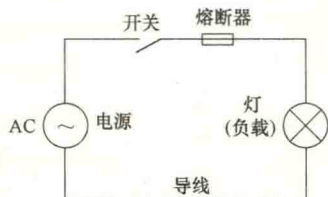

图 1-1 电路的基本组成
(1) 建筑电气工程图通常是采用统一的图形符号并加注文字符号绘制出来的,属于简图。由于构成建筑电气工程的设备、元件及线路很多,结构类型不一,安装方法各有不同,故只有借助统一的图形符号与文字符号来表达才比较合适。绘制、阅读建筑电气工程图,首先就要明确和熟悉这些图形符号所代表的内容和含义,以及它们之间的相互关系。
(2) 任何电路都必须构成闭合回路。只有构成闭合回路,电流才可以流通,电气设备才能够正常工作,这也是我们判断电路图正误的最重要条件。一个电路一般包括4个基本要素:电源、用电设备、导线及开关控制设备,如图1-1所示。
(3) 电路中的电气设备、元件等,彼此间均是通过导线